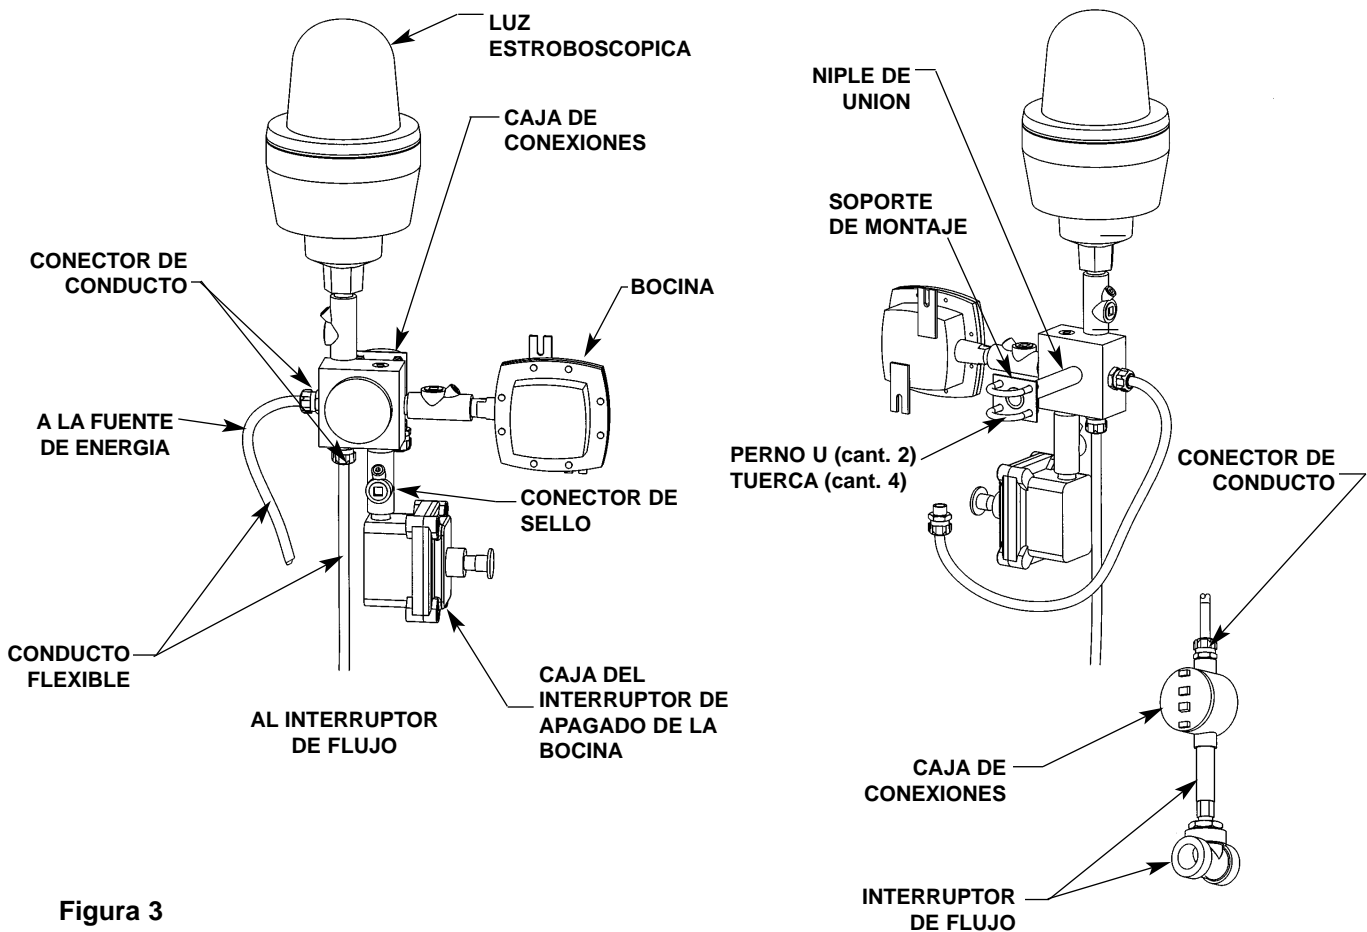

Figura 3
*NOTA: Si se prueba la alarma por primera vez usando la ducha de alto flujo, el interruptor de flujo puede exponerse a un choque de ariete innecesario ya que la tubería de corriente abajo puede no tener agua. El interruptor de flujo está diseñado para resistir tales choques de ariete, pero se recomienda usar el lavador de ojos ya que éste es de bajo flujo. Consulte la Figura 3 al probar el sistema de alarma.*